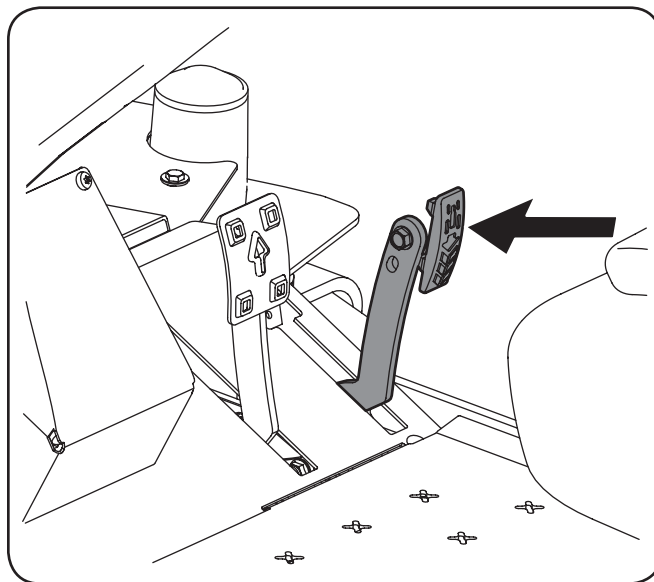

Figure 5-2
1. Appuyez doucement sur la pédale de marche arrière. L'appareil commencera à reculer. Voir Figure 5-2.